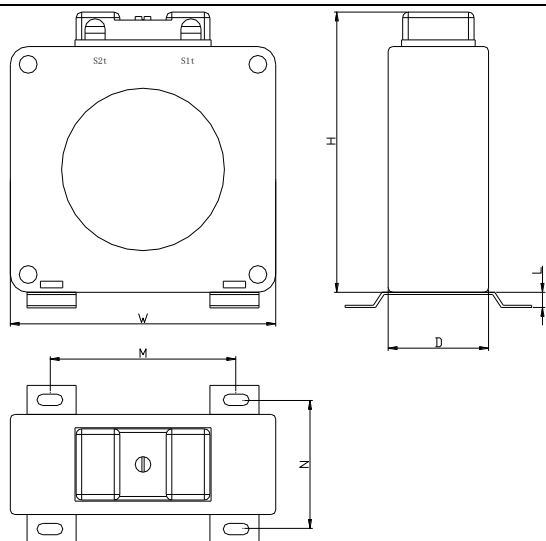
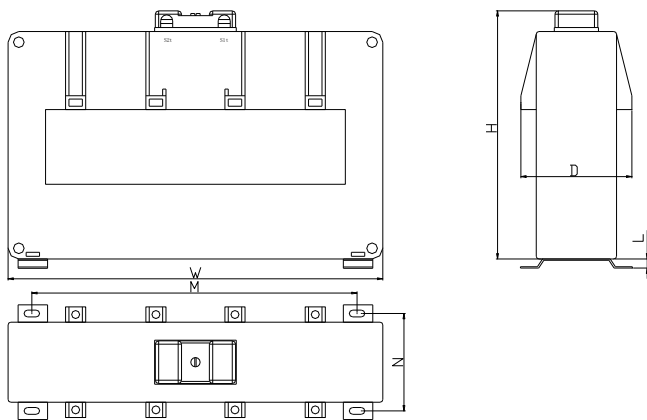
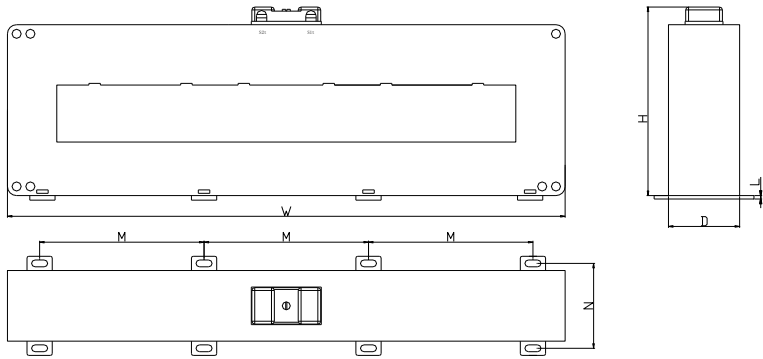
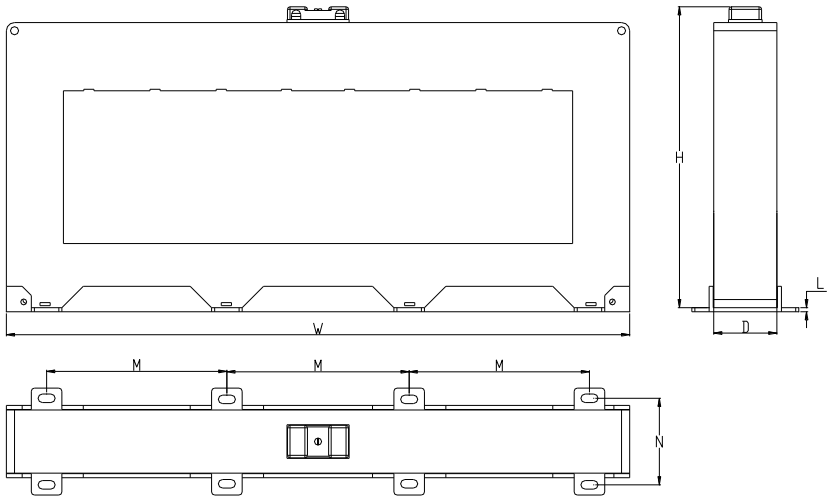

图2 闭口圆孔型剩余电流传感器外形示意图
图3 闭口方孔型剩余电流传感器外形示意图
图 4 闭口方孔型（DH-GSTN5600/40F）剩余电流传感器外形示意图
图 5 闭口方孔型（DH-GSTN5600/50F）剩余电流传感器外形示意图
1.2 闭口圆孔型剩余电流传感器外形示意图如图 2 所示，闭口方孔型剩余电流传感器外形示意图如图 3、图 4 和图 5 所示，参数见表 2：